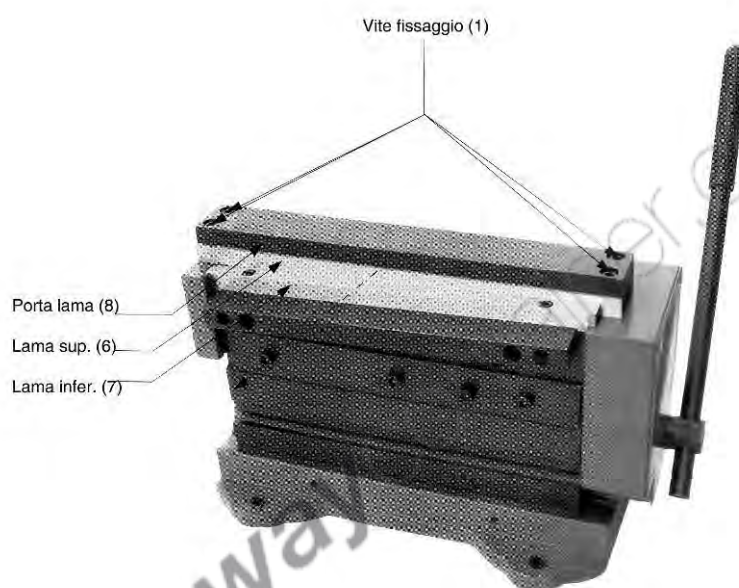

Figura 7 - Installazione lama superiore
1. Abbassare la manovella (23) per abbassare la lama inferiore (7).
2. Svitare le quattro viti di fissaggio (1) dal porta lama superiore (8). Rimuovere completamente le due viti di fissaggio (1) trattenendo la lama superiore (6) dove si trova.
3. Rimuovere la lama superiore come da Figura 7. Ci sono 4 lati taglienti nella lama superiore. Se non avete sfruttato tutti e 4 i lati, potete girare la lama in modo da esporre uno dei lati inutilizzati e reinstallarla, evitando di comprare una lama di ricambio.